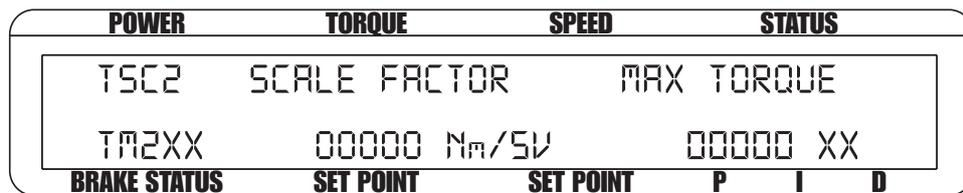

Bild 3–11 Setupmenü für Drehmomentaufnehmer
9. Um Informationen über den am TSC2 angeschlossenen Drehmomentaufnehmer im STATUS-Feld des Hauptmenüs anzuzeigen, drücke man der Reihe nach auf die SHIFT-Taste, die AUX SETUP- und POWER UNITS-Taste, bis ON angezeigt wird siehe Bild 3–12).